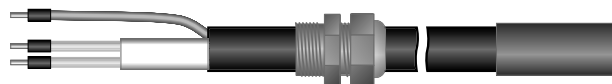

Рисунок 15
5.2.8. Окончательный вид соединительной и концевой муфт представлен на рис.15.